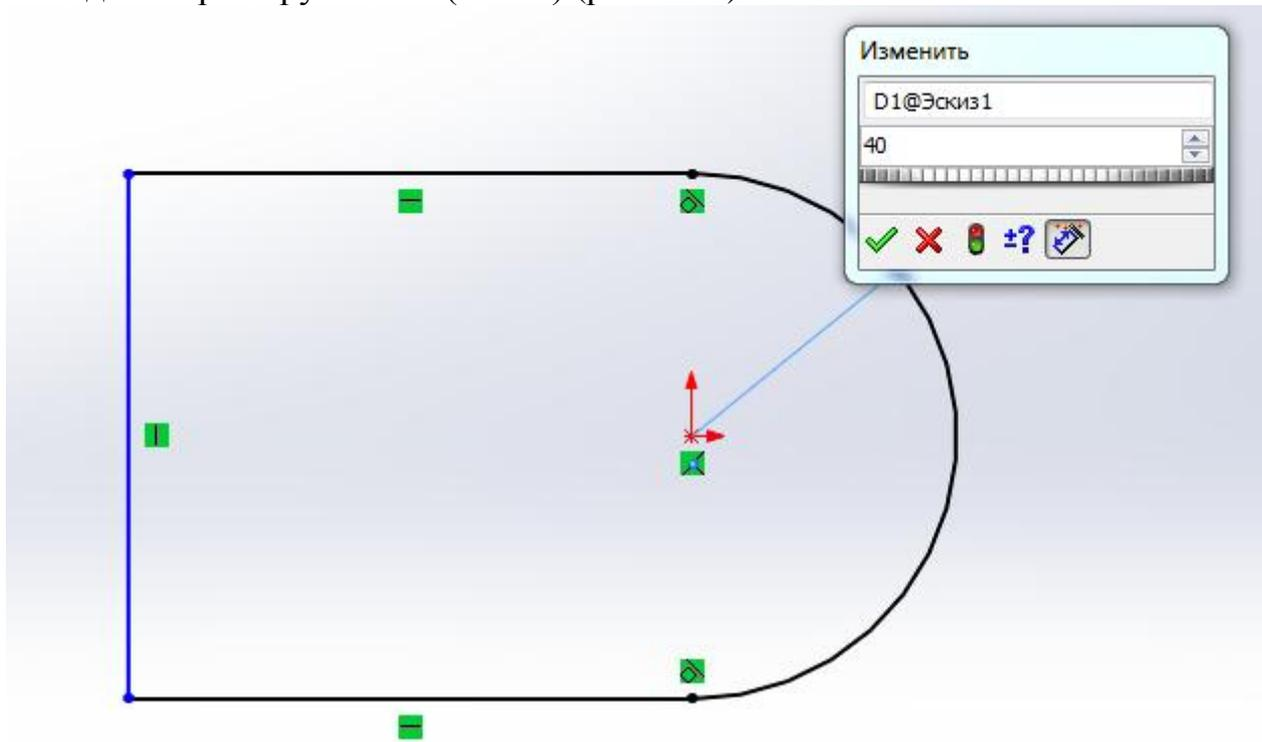

Рис. 1.14. Нанесение размера дуги
3.9.1. Активизировать функцию “Автоматическое нанесение размеров” . Нажать первый раз левой кнопкой мыши на любую точку на дуге, второе нажатие произвести в свободном месте окна чертежа, в появившемся диалоговом окне указать требуемое значение диаметра окружности (40 мм) (рис. 1.14).